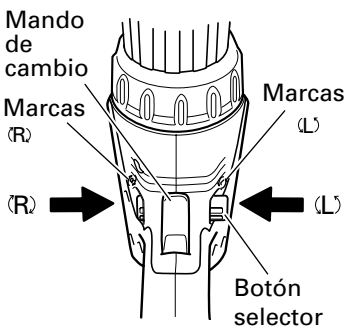

Fig. 6
El lado L (izq.) se usa para hacer girar la broca a la izquierda. (Vea las Fig. 6). (Las marcas (L) y (R) están en el cuerpo del taladro.)